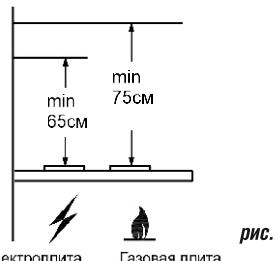

рис. 1
1.2 Вытяжку устанавливайте на высоте, как показано на рис. 1.
4.6 Установливайте кухонную вытяжку над плитой в соответствии с рис. 1.
- разместите линию установки нижней части вытяжки над плитой (рис. 1);